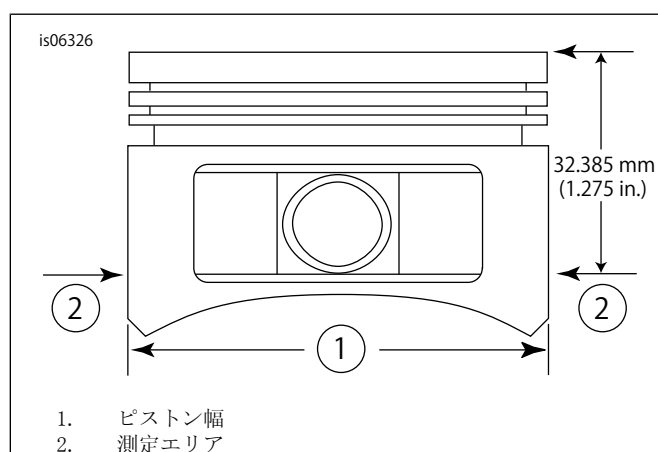

図2。ピストン測定
5. 「図2」を参照。ピストン幅(1)を、ピストンピン穴の両側から水平に90度、ピストン(2)のデッキ(上)面から32.38 mm(1.275インチ)下で測定します。この位置のピストン-シリンダーフィットについては表11を参照してください。